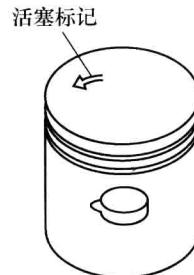
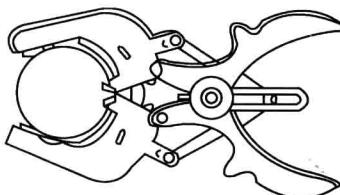

图 1-10 活塞标记
图 1-11 拆装活塞环
- (3) 用橡胶锤或手锤木柄分别推出 1、4 缸的活塞连杆组件，用手在汽缸出口接住并取出活塞连杆组件，注意活塞安装方向（图 1-10）。
- (4) 将连杆轴承盖、连杆螺栓、螺母按原位置装回，不同缸的连杆也不能互相调换。
- (5) 用同样方法拆卸 2、3 缸的活塞连杆组。
- (6) 采用专用的活塞环装卸钳拆装各缸活塞环（图 1-11）。
(1) 采用专用工具（图 1-11）将活塞环装入活塞环槽内，使各活塞环开口互相错开 120° 。